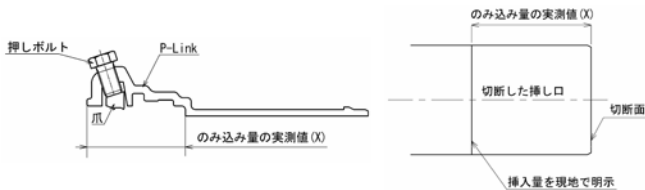

図56 挿し口の挿入量 (X)
P-Linkにゴム輪をセットする前に、P-Link端面から奥部までののみ込み量の実測値 (X) を測定する。それを切断した挿し口の挿入量 (X) として挿し口外面全周 (または円周4ヵ所) に白線で明示する (図56参照)。